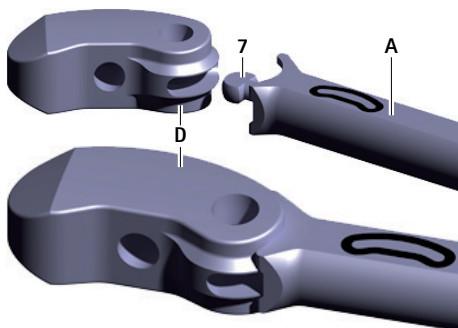

Fig. 2 Conectar o implante de ensaio no instrumento introdutor
- ▶ Conectar o implante de ensaio **D** no diedro **7** do instrumento introdutor **A**, ver Fig. 2. Ter em atenção o alinhamento do implante de ensaio (orientação por meio da inscrição no instrumento introdutor).